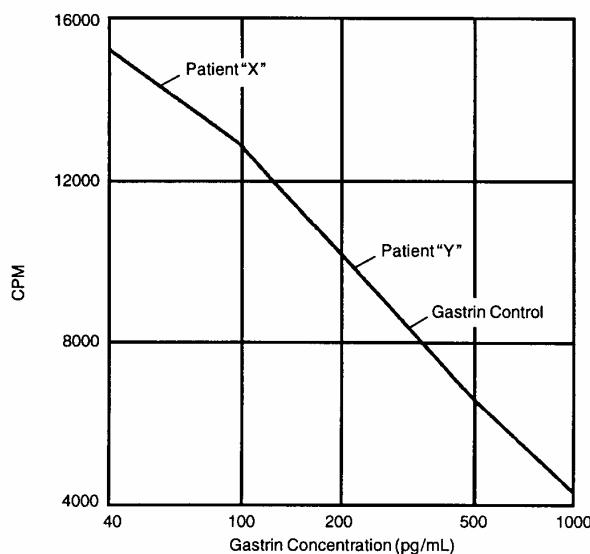

FIGURA 1
- 10.3 Desenhe o melhor ajustamento da curva. Consulte a FIGURA 1 e a TABELA III para obter uma curva de calibragem e dados típicos.